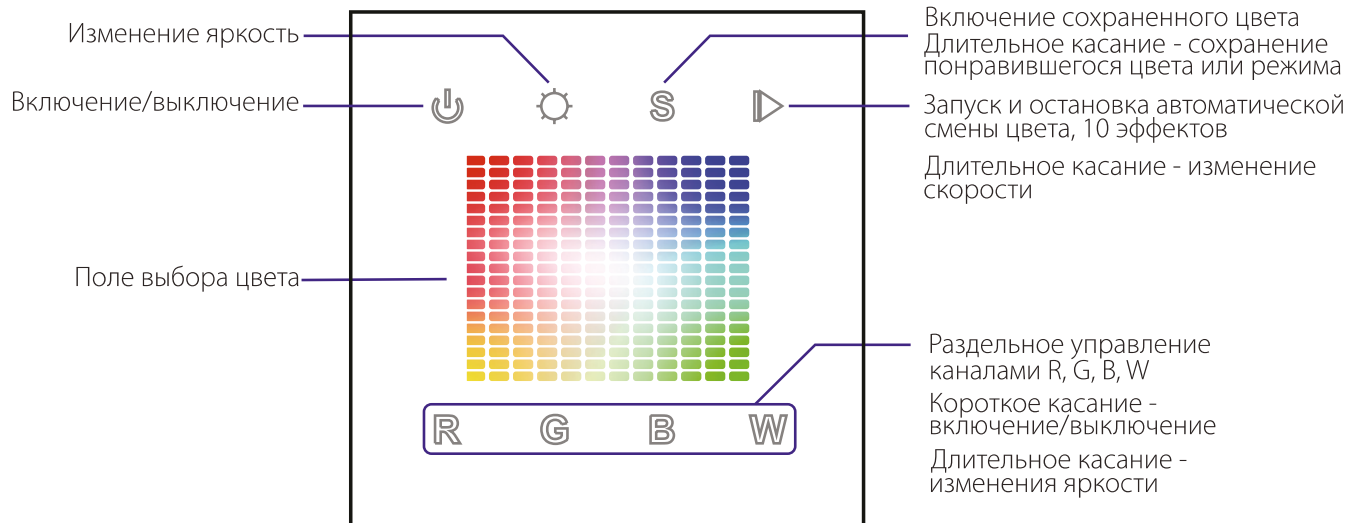

Рис.4. Назначение сенсорных кнопок
3.10. Проверьте управление лентой с панели (Рис.4).